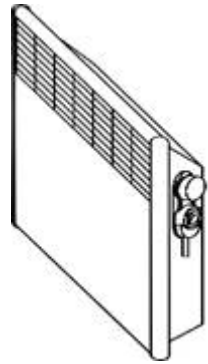

Рис. 5
5.8 Переведіть клавішу вимикача у відключене положення «0», ручку термостата встановіть в положення «❄» (сполучіть знак «❄» на ручці з міткою на блоку керування). Конвектор готовий до роботи (розташування органів керування конвектором наведено на рис. 5).